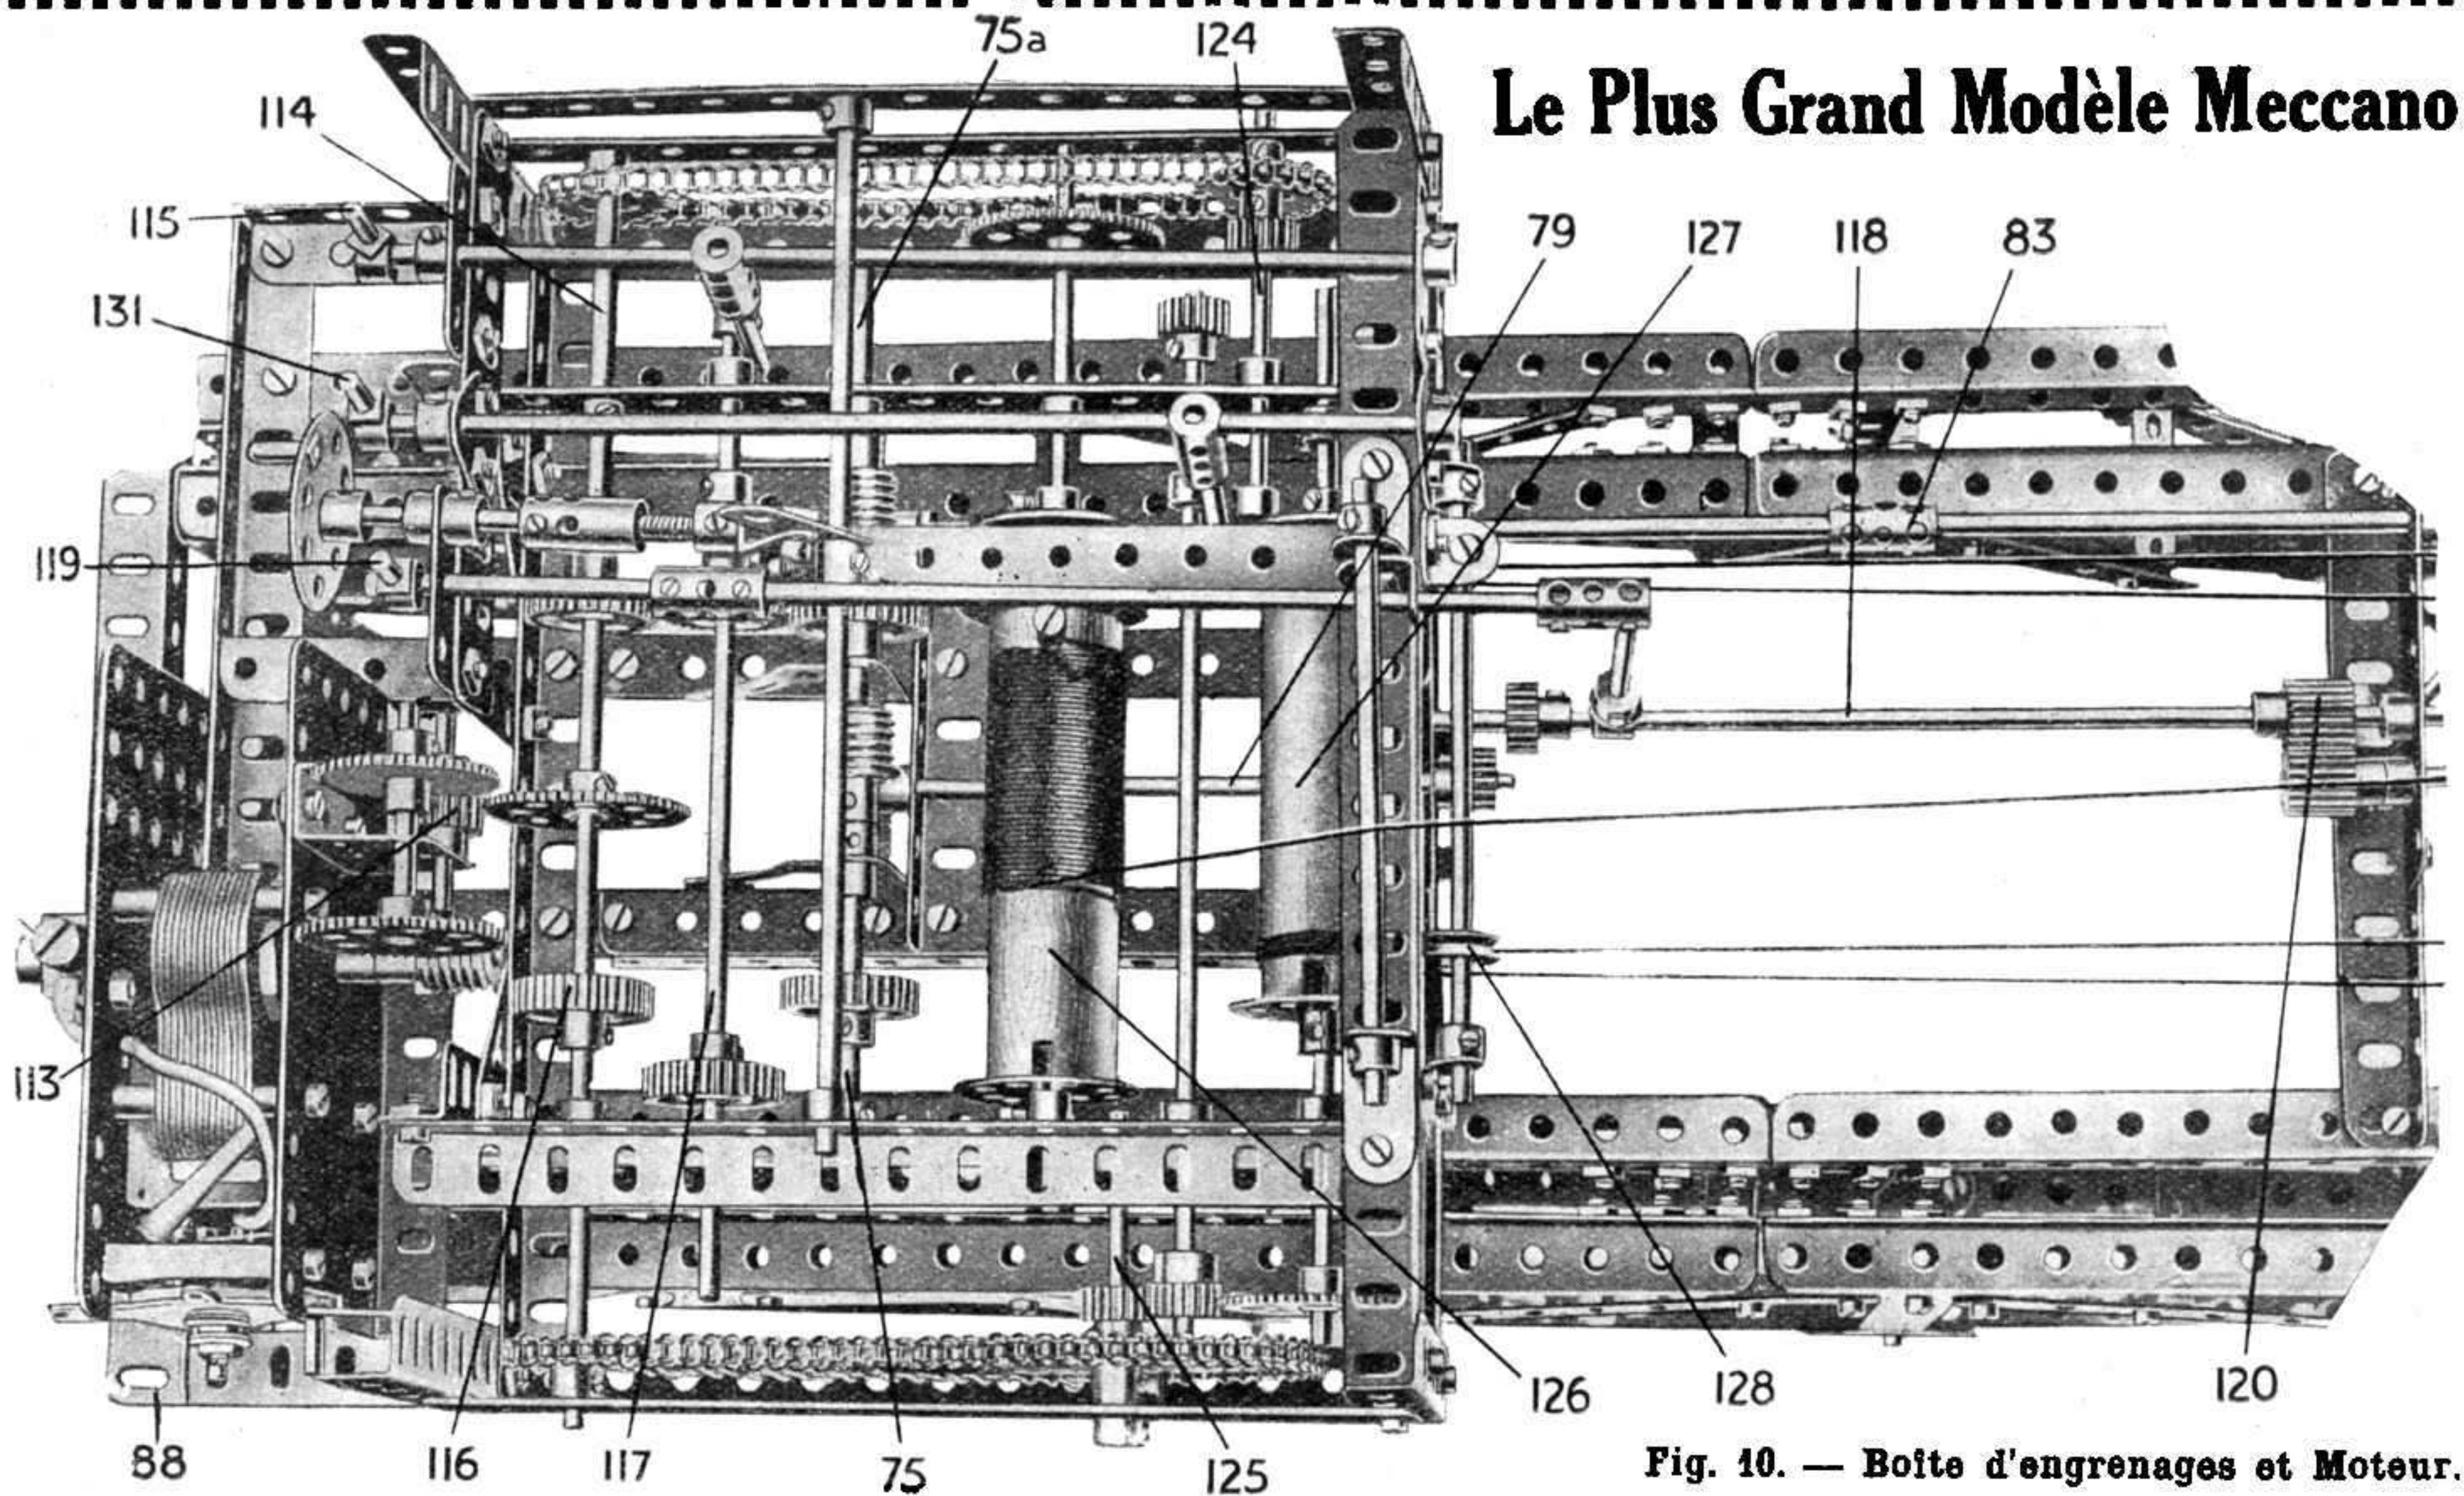
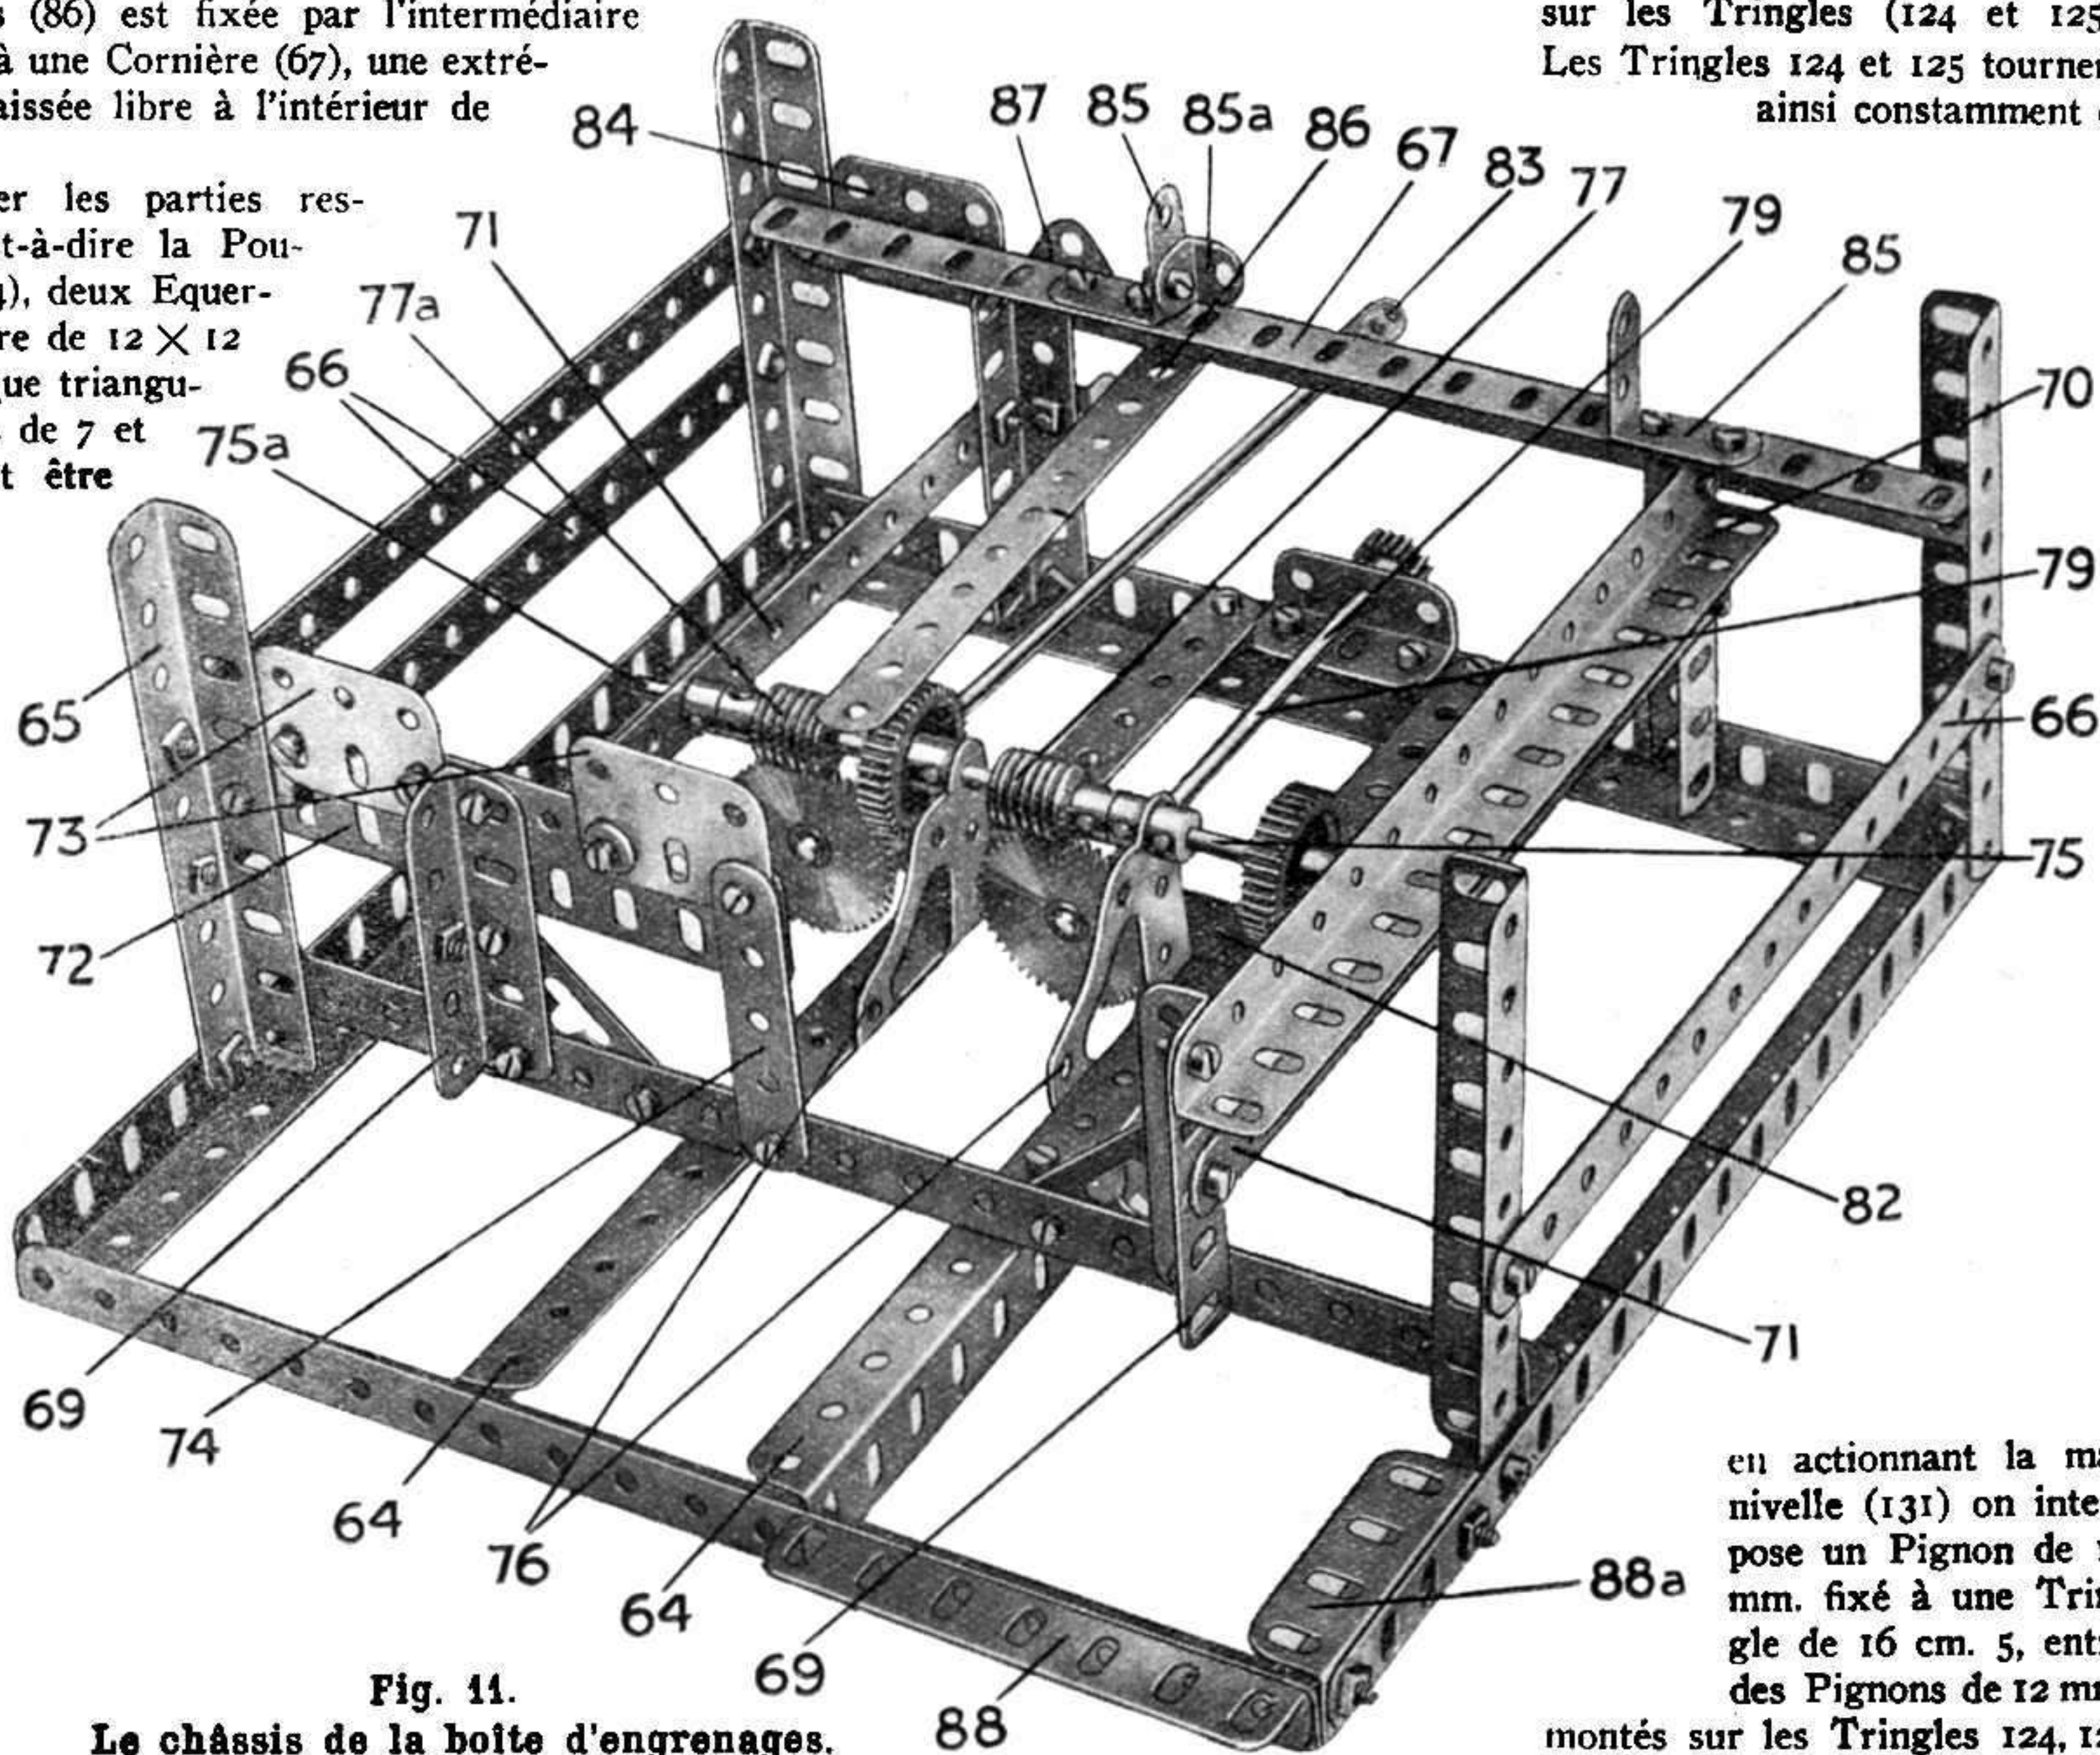
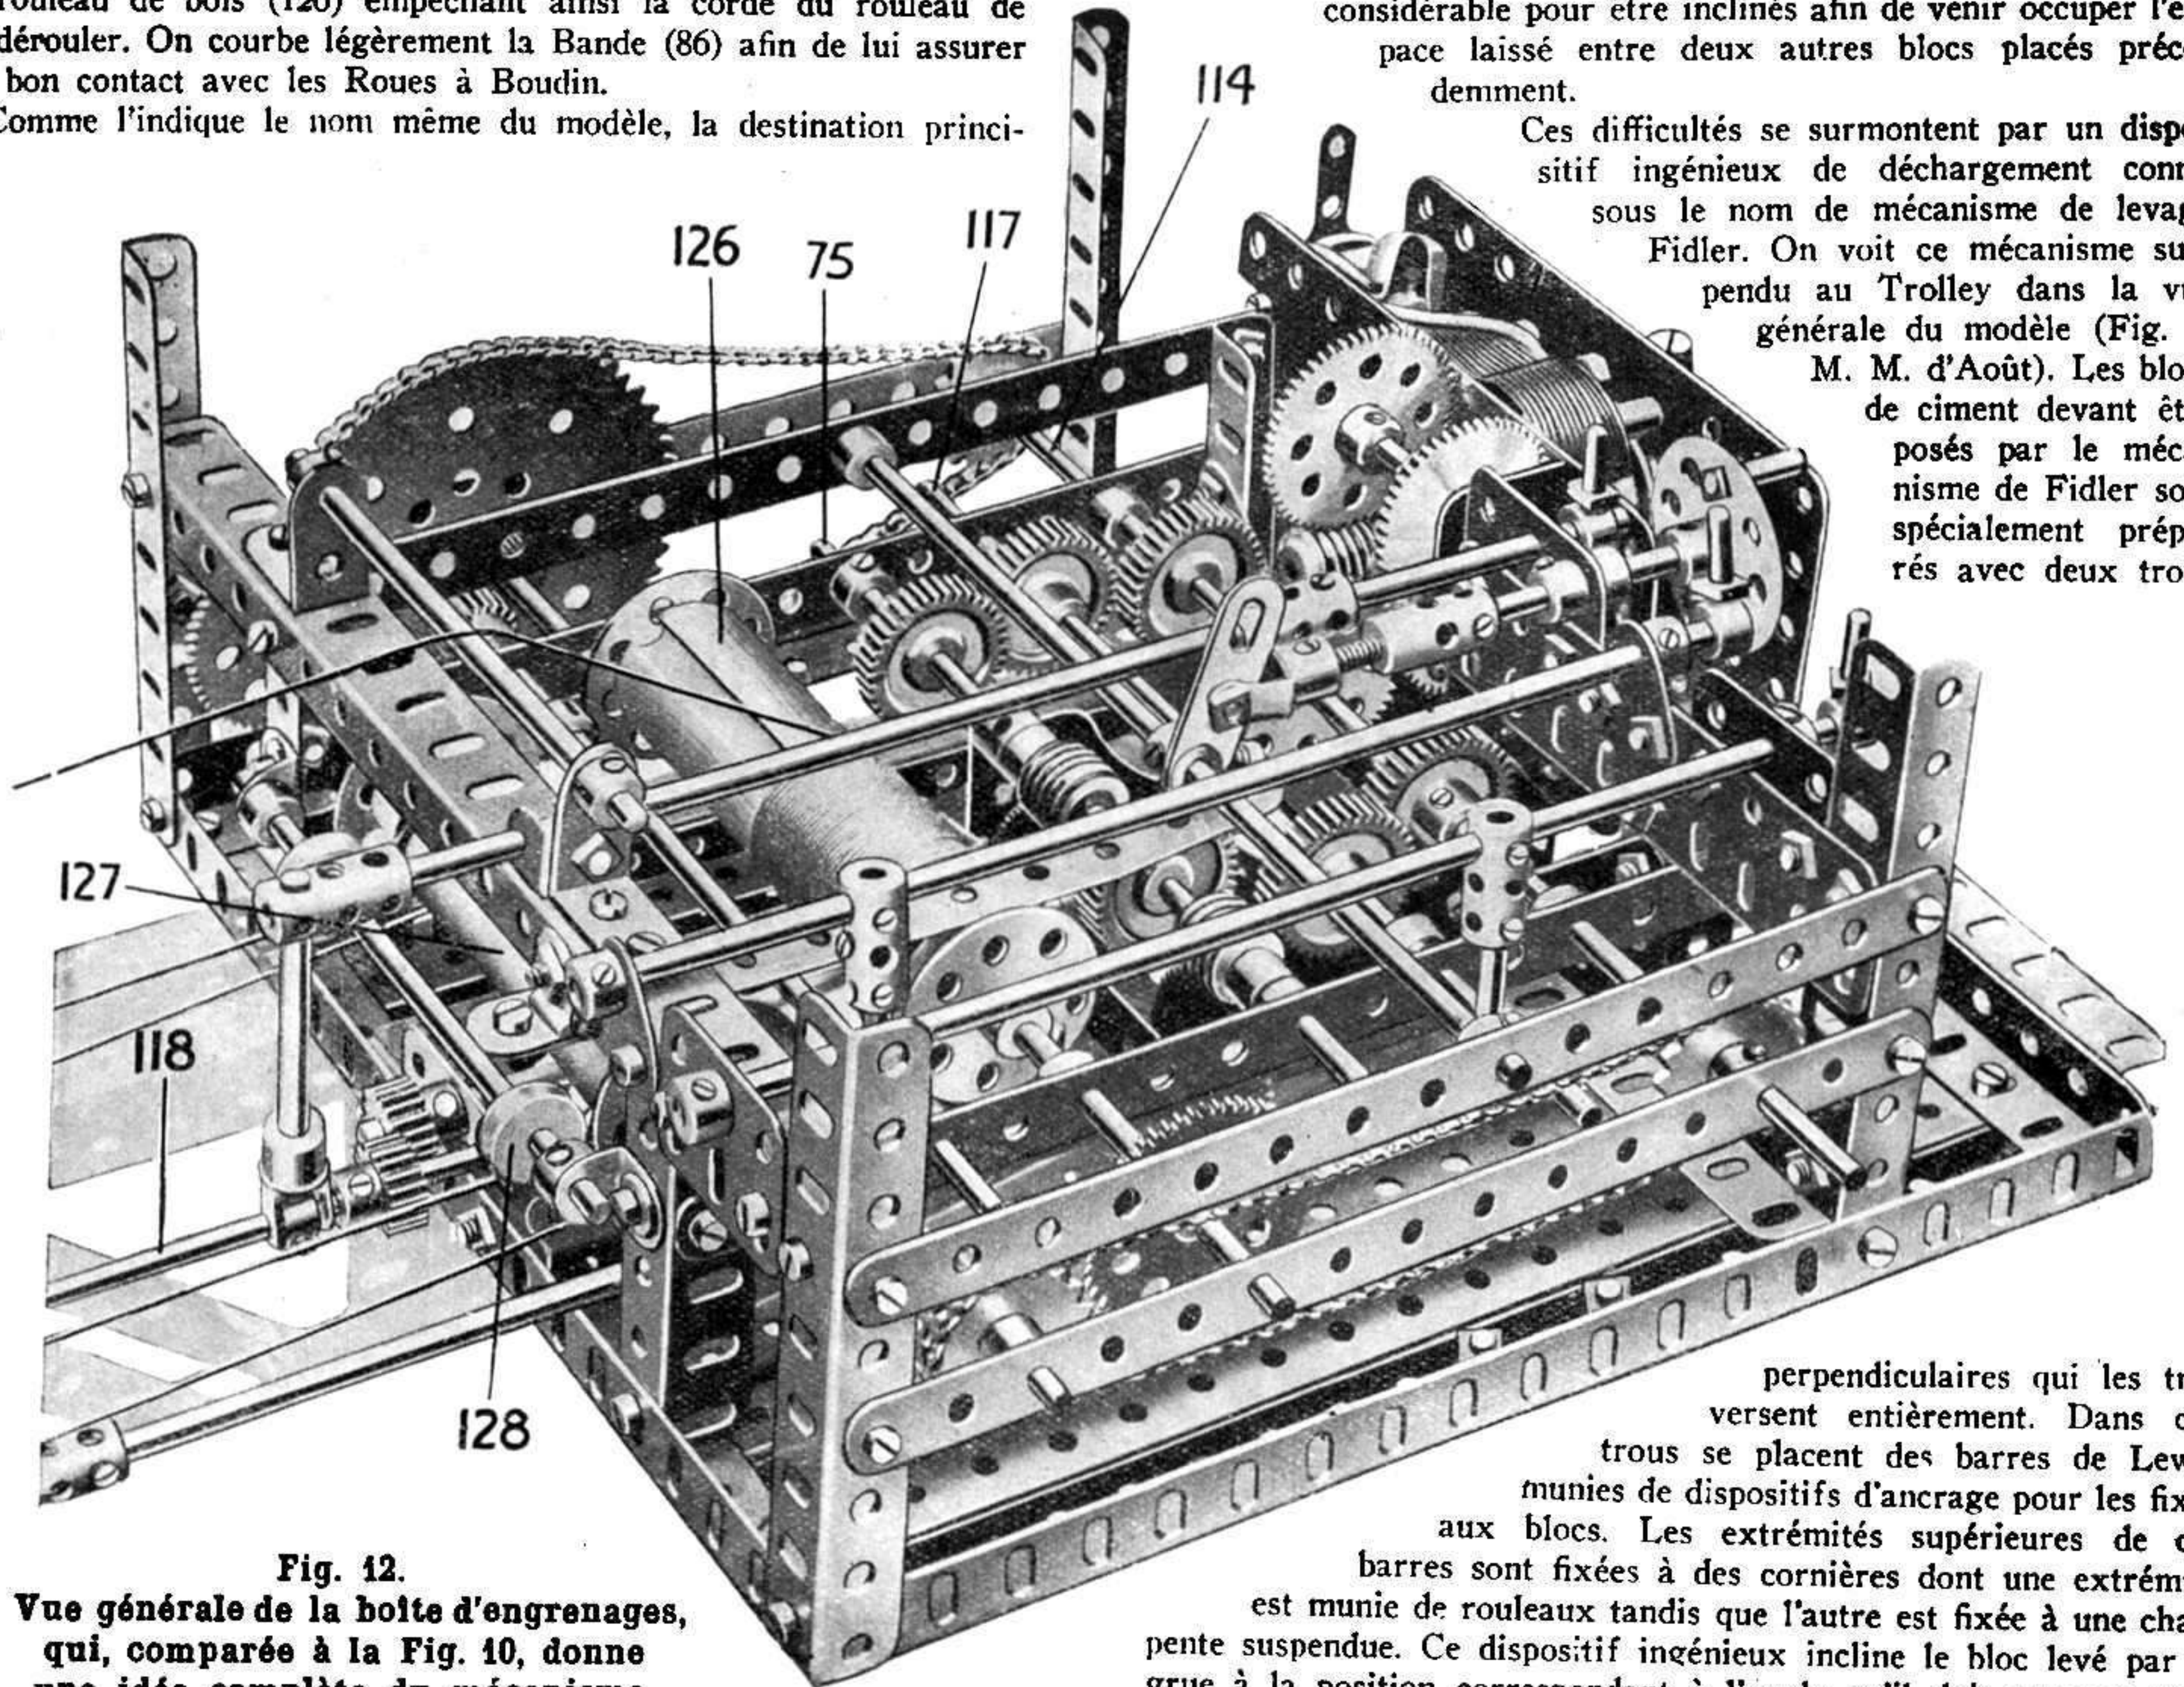

Fig. 10. — Boîte d'engrenages et Moteur.
Fig. 11.
Fig. 12.
La manière d'assembler les parties restantes de l'ensemble, c'est-à-dire la Poutrelle Plate de 38 mm. (84), deux Equerres de 25 mm., une Equerre de 12 x 12 mm. (85 et 85a), une Plaque triangulaire (87) et les Cornières de 7 et 4 trous (88 et 88a) peut être vue à la Fig. 11
Le cadre de la boîte à engrenages est construit d'après la Fig. 11 et doit être monté à l'extrémité de la flèche par des Ecrous et Boulons et le complément du mécanisme doit y être ajouté. Le Moteur Electrique est boulonné aux Cornières (64, 88, 88a) (Fig. 10 et 11). Une Vis sans Fin fixée à l'arbre de l'induit du Moteur entraîne une Roue Dentée de 57 dents sur une Tringle de 5 cm. passée dans un Support en « U » sur une des flasques du Moteur, et une Roue de 50 dents sur la même Tringle engrener avec un Pignon de 19 mm. (113) qui à son tour engrener avec une Roue de 57 dents sur la Tringle
(114) fig. 10. Cette Tringle qui ne cesse de tourner peut ainsi transmettre l'action du Moteur aux Tringles (75 et 75a) (qui, comme on l'a fait remarquer précédemment, se rencontrent dans la Vis sans Fin 77) lorsqu'on manœuvre la Cheville Filetée 115. De cette façon, un Engrenage de 25 mm. monté sur la Tringle 117 peut engrener simultanément avec l'Engrenage de 25 mm. (116) et l'Engrenage de 25 mm. disposé sur la Tringle 75. Le Mouvement est ensuite transmis par l'intermédiaire des engrenages indiqués à la Fig. 12 au Pignon de 12 mm. sur l'extrémité extérieure de la Tringle (79). Un Pignon de 12 mm. sur la Tringle (118) peut engrener avec ce Pignon de 12 mm. lorsqu'on tire la manivelle (119), ce qui oblige le Pignon de 12 mm. (120) à faire tourner un Pignon semblable sur la Tringle (121). En se reportant à la Fig. 7 (voir M. M. de Septembre), on verra que cette Tringle commande le mouvement de la grue par l'intermédiaire de l'Engrenage Conique (122) et les engrenages déjà décrits dans la section se rapportant au bâti.
à-dire vers la gauche, ce qui engage un Engrenage de 25 mm. entre des engrenages semblables sur les Tringles 114, 75a. La Tringle (75 a) qui tourne dans ces conditions entraîne l'Accouplement (83) par l'intermédiaire d'une Vis sans Fin et d'une Roue dentée de 50 dents montrée à la Fig. 12 par une Tringle verticale 123 et par deux Engrenages Coniques de 22 mm. La petite Roue dentée à roulement à rouleaux, fixée à l'extrémité inférieure d'une Tringle (123) progresse dans la denture du disque supérieur et fait pivoter la flèche de la grue.
qui, comparée à la Fig. 10, donne